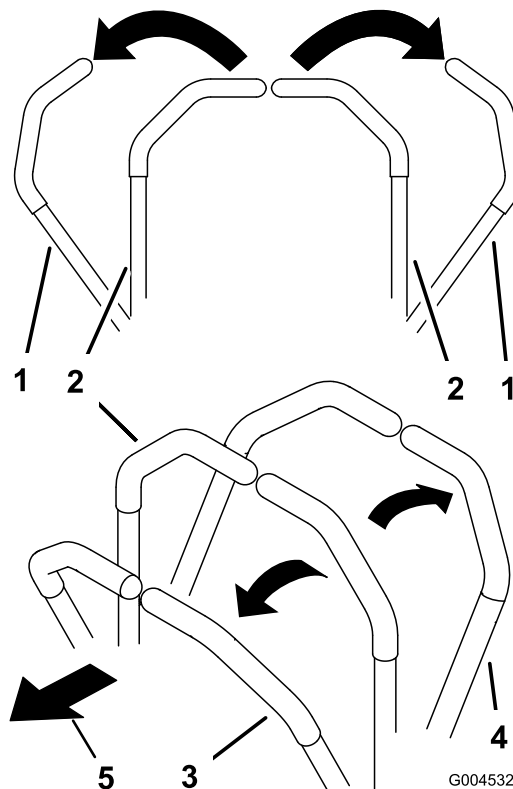

Figura 18
- Para ir hacia adelante, empuje lentamente las palancas de control de movimiento hacia adelante (Figura 18).
Para ir recto, aplique la misma presión a ambas palancas de control de movimiento (Figura 18).
Para girar, mueva la palanca de control de movimiento hacia punto muerto en el sentido en el que desea girar (Figura 18).
- Para ir hacia atrás, tire lentamente de las palancas de control de movimiento hacia atrás (Figura 18).
Para girar, deje de empujar la palanca de control de movimiento del lado al que desea girar (Figura 18).